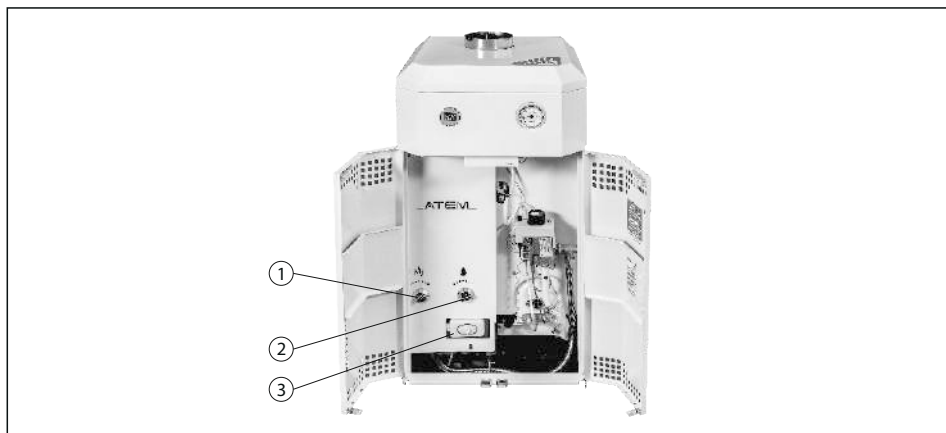

Рис. 12 Порядок работы водонагревателя
Регулирование мощности аппарата производится поворотом ручки "расход газа" (1) рис. 12 в рамках положений "меньше" - "больше" или изменением расхода воды, проходящей через аппарат ручкой (2) "Расход воды"